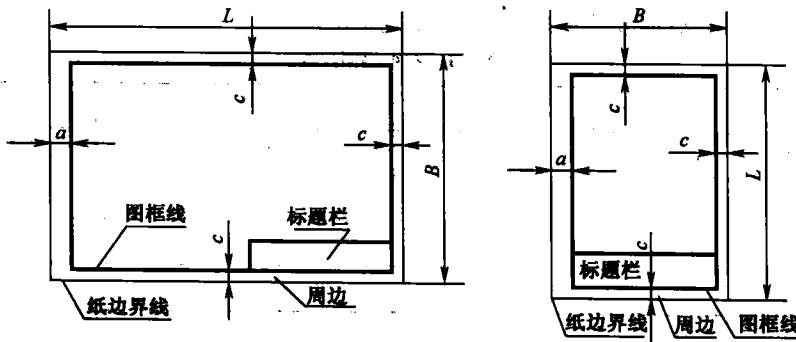
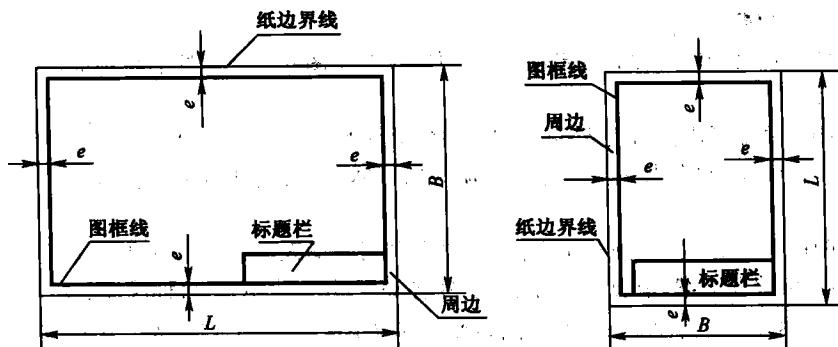

图 1-2 留装订边的图框格式
图 1-3 不留装订边的图框格式
(2)留有装订边的图纸,图框格式如图 1-2,尺寸按表 1-1 选定。
(3)不留装订边的图纸,图框格式如图 1-3,尺寸按表 1-1 选定。
每张图纸上都必须画出标题栏，标题栏的位置应位于图纸的右下角，如图 1-2、图 1-3 所示。标题栏的配置方向与读图方向一致，所以标题栏中的文字方向为看图方向。